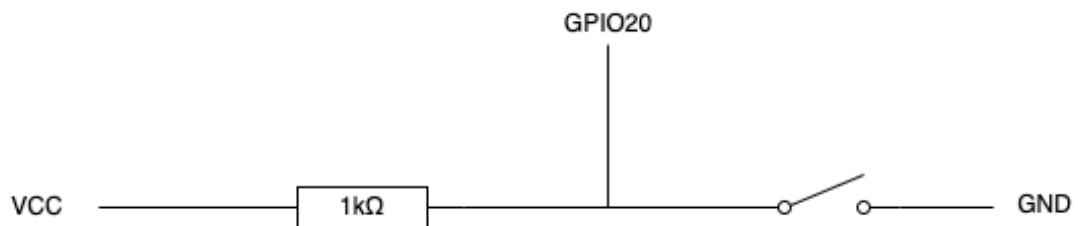

図2：プルアップ抵抗を用いたスイッチ回路
- ② スwitchの回路を組む。Switchにはチャタリング防止のためプルアップ抵抗を用いる。Switchの回路図を図2に示す。